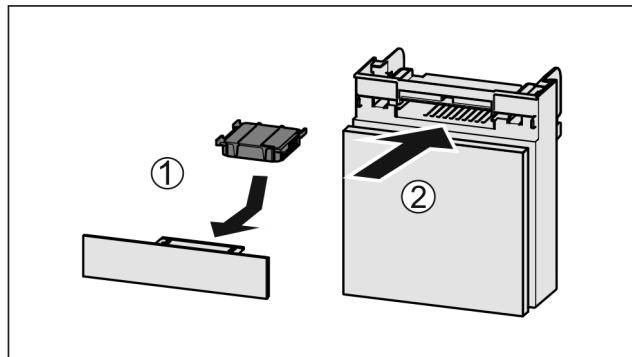

Fig. 84
- Filtr s aktivním uhlím vložte podle vyobrazení Fig. 84 (1).
- Zásuvku zasuňte Fig. 84 (2).